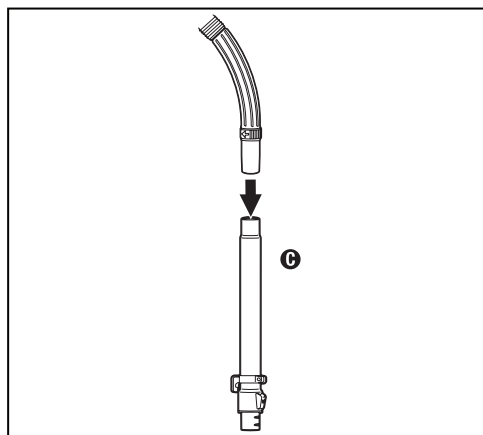

Fig.2
Étape 2 : Fixez les tubes **C** ou **D** à la poignée du tuyau (Fig. 2).